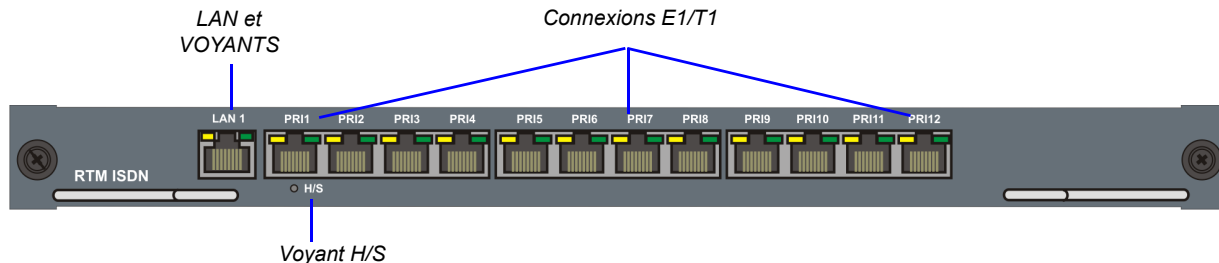

Figure 1-3 RMX 2000 Agencement du panneau arrière RTM RNIS
- 7 lignes PRI E1 ou 9 lignes PRI T1 qui peuvent être branchées dans une des 12 connexions comme illustré dans la Figure 1-3